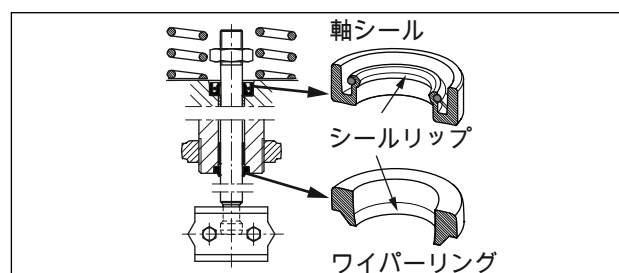

図 26: 軸シールとワイパーリングの調整
シールを正確に調整してください (図 26 をご覧
7. 適切な工具を用いて軸シールを取り付けます。軸シールを正確に調整してください（図 26 をご覧ください）。